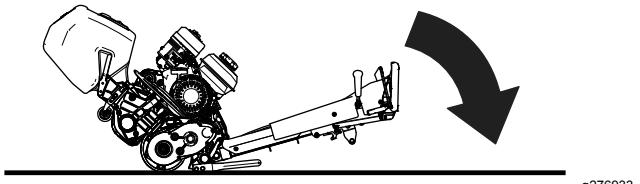

Figura 9
2. Abbassate al suolo la maniglia della motrice per potere accedere all'apparato di taglio (Figura 9).